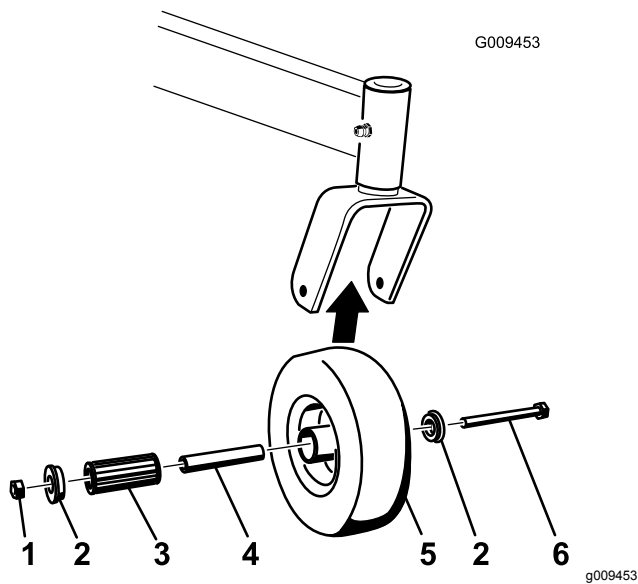

図 54
1. キャスタホイールをキャストフォークに保持しているボルトとロックナットを外す 図 54。
2. ブッシュをひとつ外し、次にスパナブッシュとローラベアリングをハブから外す 図 54。
3. ハブについているもうひとつのブッシュも外し、ハブについているグリスや汚れを除去する 図 54。
**注** 破損したり磨耗したりしている部品は交換する 図 54。
5. ホイールハブにブッシュを一つ入れる 図 54。
6. ローラベアリングとスパナブッシュにグリスを塗って、ホイールハブに取り付ける 図 54。
7. ハブにもうひとつのブッシュを入れる 図 54。
8. キャスタホイールをキャストフォークに取り付け、ホイールボルトとロックナットで固定する 図 54。
9. スパナブッシュがキャストフォーク内部に当たるまでロックナットを締め付ける 図 54。